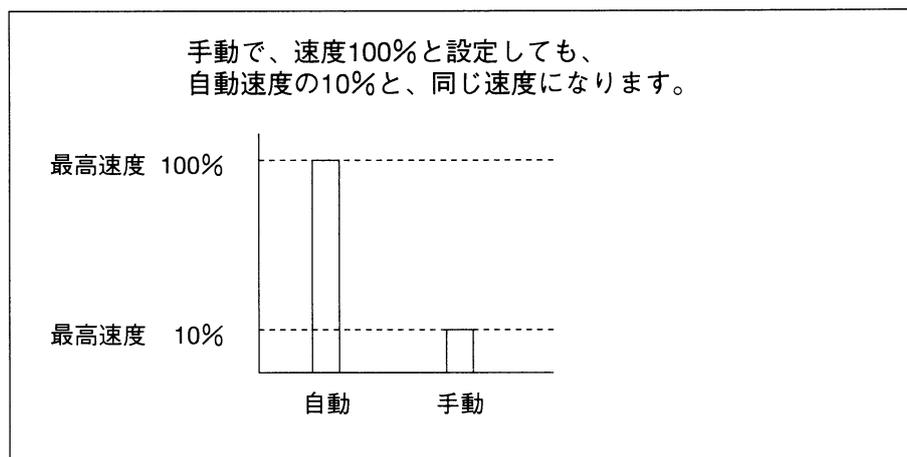

図2-9 自動モードと手動モードのときの速度100%の違い
- ①電源を入れたあとの速度の初期値は0%となっています。
- ②手動モードでは設定した速度に対し、さらに10%に減速されます。(図2-9参照)
- ③速度を設定すると、速度の二乗を100で割った加速度が自動的に入力されます。例えば速度20%を設定すると、加速度は4%が設定されます。